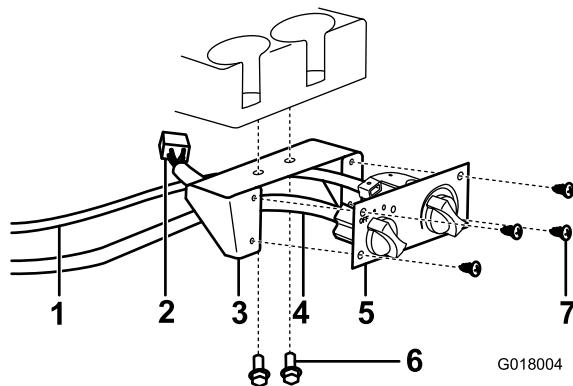

図 23
5. ヒーターコントロールマウントをダッシュボードカッピホルダーの下に取り付けるフランジヘッドボルト 2 本とナットを使用する図 23。
6. ヒーターコントロールケーブルと黒色のワイヤハーネスコネクタを、ヒーターコントロールとヒーターのワイヤハーネスの白色コネクタに接続する図 23。
7. ヒーターコントロールマウントに、ヒーターコントロールを取り付けるビス 4 本を使用する図 23。